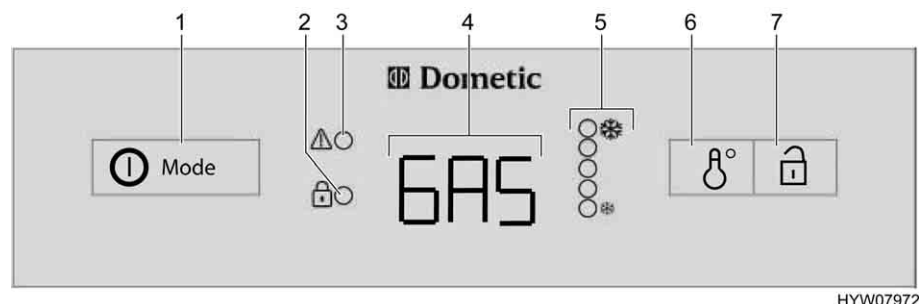

Bild 159 Bedienelemente für den Kühlschrank (Dometic 8er-Reihe mit AES)
Bei Störungen blinkt die Anzeige-LED Störung "" (Bild 159,3).
Wenn die 230-V-Versorgung **nicht** angeschlossen und der Fahrzeugmotor **ausgeschaltet** ist, wählt das AES die Gasversorgung. Beim Anwählen des Gasbetriebs wird die Zündsicherung automatisch geöffnet, so dass Gas zum Brenner strömen kann. Gleichzeitig wird der elektronische Zünder eingeschaltet. Erlischt die Gasflamme, z. B. durch einen Luftzug, wird der Zünder sofort aktiviert und zündet das Gas wieder an. Bei Störung im Gasbetrieb blinkt in der Betriebsanzeige (Bild 159,4) der Text "GAS".
Nach dem Einschalten wählt der Kühlschrank automatisch die mittlere Thermostateinstellung. Diese Einstellung kann manuell mit dem Schalter für die Temperatureinstellung (Bild 159,6) nachgeregelt werden. Die Anzeige-LEDs (Bild 159,5) zeigen die gewählte Thermostateinstellung an. Mit dem Schalter wird die Kühltemperatur für alle drei Energiearten eingestellt. Es dauert einige Stunden, bis der Kühlschrank die normale Betriebstemperatur erreicht hat. Beim Umschalten der Betriebsart wird die Thermostateinstellung beibehalten. Die Kühltemperatur wird unabhängig von der Energieart beibehalten.
- Den Einschalter/Energie-Wahlschalter (Bild 159,1) 2 Sekunden lang drücken, um das Gerät einzuschalten. Die zuletzt gewählte Betriebsart wird in der Betriebsanzeige (Bild 159,4) angezeigt.
- Mit dem Einschalter/Energie-Wahlschalter (Bild 159,1) die Energieart wählen.
- Die Kühltemperatur am Schalter für Temperatureinstellung (Bild 159,6) einstellen. Die Anzeige-LEDs (Bild 159,5) zeigen die gewählte Thermostat-Einstellung.
- Den Einschalter/Energie-Wahlschalter (Bild 159,1) 2 Sekunden lang drücken. Alle Anzeigen erlöschen.